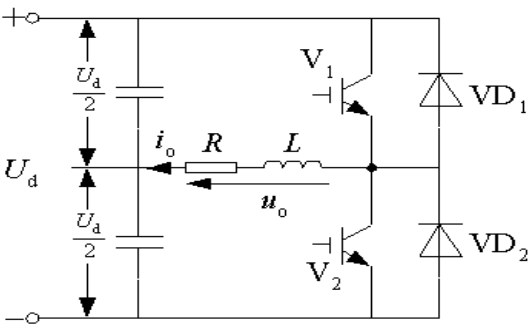
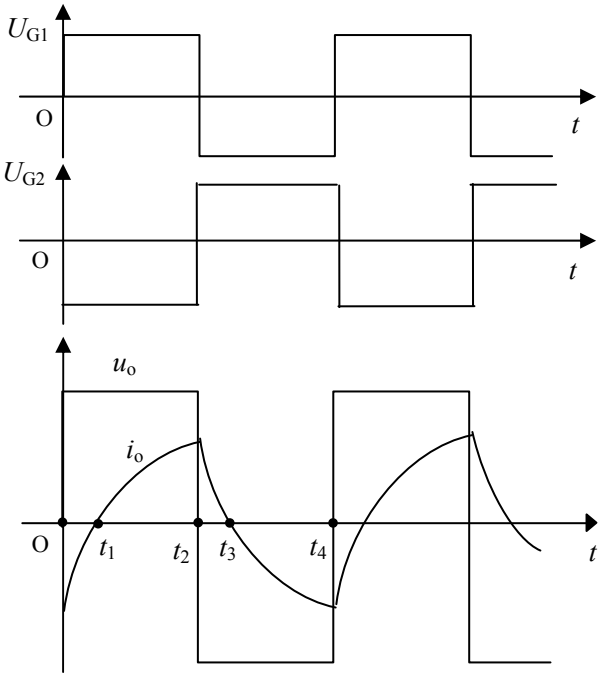

图 6 半桥逆变电路
图 7 半桥逆变电路工作波形
3. （6 分）半桥逆变电路如图 6 所示， $R$ 、 $L$  负载， $V_1$ 、 $V_2$  驱动信号  $U_{G1}$ 、 $U_{G2}$  以及负载两端电压  $u_o$ 、通过负载的电流  $i_o$  如图 7 所示，试给出各个阶段导通的器件填如表中。